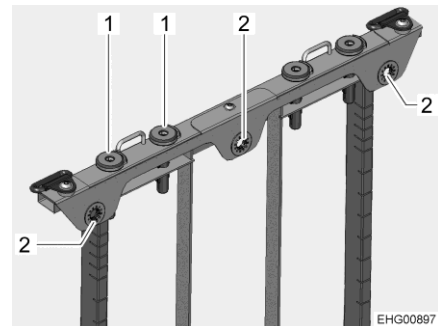

Bild 12 Kopfstütze einstellen
- Polster im Schulterbereich kräftig nach vorn ziehen, um das Polster aus den drei Clipverbindungen (Bild 12,2) zu lösen.
- Kopfstütze nach oben ziehen oder nach unten drücken, bis sie in der gewünschten Rastposition in den Führungshülsen (Bild 12,1) einrastet.